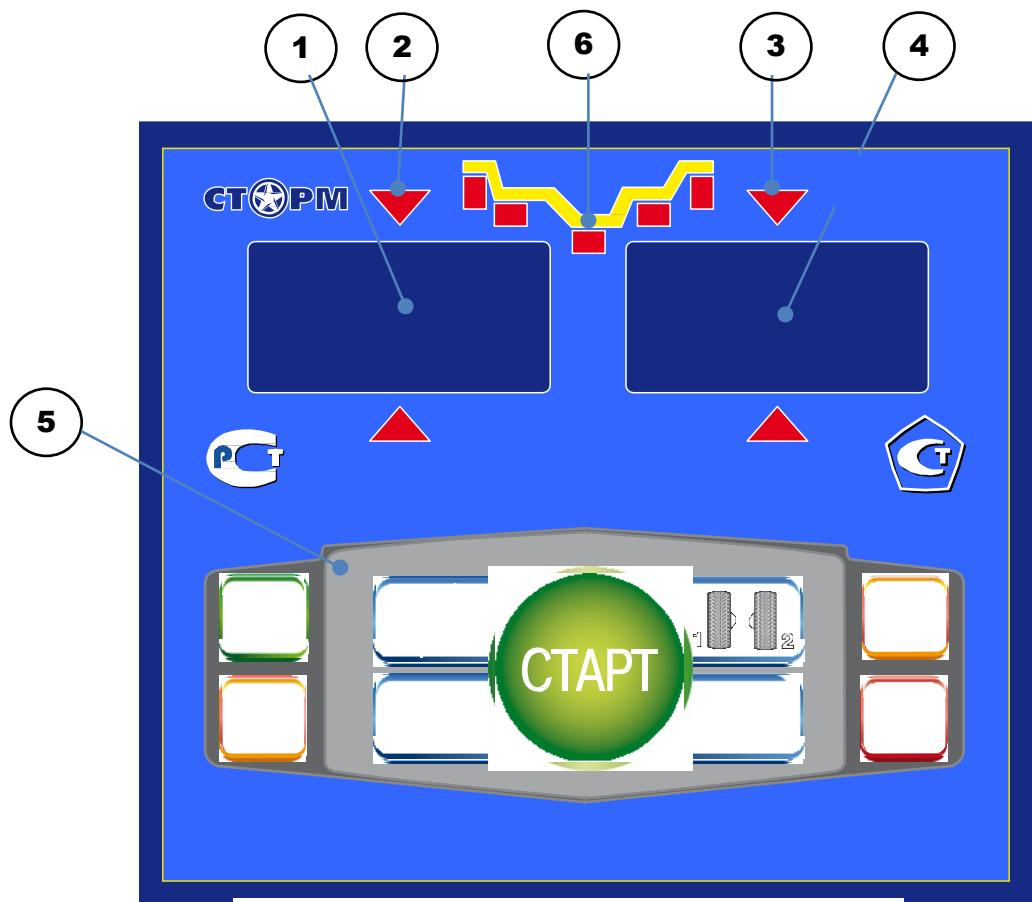

рис.8.1.
8.1. Общий вид лицевой панели показан на рис. 8.1.
При выдвижении штанги на индикаторах 1 (рис. 8.1) отображается значение параметра "A". Значение параметра "d" отображается на индикаторах 4.
Для ввода ширины нажмите кнопку "+" или "-" на индикаторах 1 (рис. 8.1) высветится "-b-", а на индикаторах 4 значение ширины диска. Через 2-3 сек после установки ширины индикаторы в режим отображения текущего дисбаланса.
Дважды нажать кнопку "A, d, b", после чего на индикаторах 1 (рис. 8.1) загорается символ "A", а на индикаторах 4 исходная величина дистанции. Нажимая кнопки "-" и "+" установить на индикаторах 4 требуемую величину дистанции. Через 2-3 сек после установки дистанции показания на индикаторах 1 и 4 возвращаются к отображению текущего дисбаланса, а кнопки "-" и "+" возвращаются в режим ввода ширины обода.
11.1. Переключение схем ALU1-ALU5 осуществляется последовательным нажатием кнопки "ALU" при этом схема установки грузов отображается загоранием соответствующих светодиодов 6 (рис.8.1), кроме того, на индикаторах 1 отображаются символы ALU, а на индикаторах 4 номер 1-5. Через 2-3 сек. после установки требуемой программы ALU индикаторы 1-4 переходят в режим отображения дисбаланса.
Эта функция обеспечивается тем, что каждый раз при вводе новых геометрических параметров и установке требуемой программы ALU, предыдущее состояние запоминается. Для перехода от одного набора параметров к другому необходимо нажать кнопку "1-2". Визуальный контроль того, какие параметры установлены в данный момент, осуществляется нажатием "A, d, b" на индикаторах 4 (рис.8.1) будут последовательно отображены, установленные в данный момент диаметр и ширина обода и дистанция.
14.1. При включении тумблера питания СБ на индикаторах 1 (рис. 8.1) высвечивается трёхзначное число -номер версии программного обеспечения. Через 2-3 сек на индикаторах 1 и 4 должны загореться нули, кроме того должны загореться светодиоды 6, что свидетельствует о включении режима стандартной балансировки с установкой на обеих плоскостях коррекции грузиков на пружинках. На светодиодах 2 и 3 (рис. 8.1) должны загореться оба светодиода.
14.2. При включении СБ программа измерения дисбаланса настраивается таким образом, что дисбаланс менее 8 г ( заводская установка) на любой плоскости коррекции не показывается, в этом случае на индикаторах 1 и 4 (рис. 8.1) высвечиваются "0". Минимальный дисбаланс отображающийся на индикаторах 1 и 4 равен 8г. Дисбаланс, превышающий 8г, округляется до величины кратной 5, т. е. дисбаланс 9, 10, 11 и 12 г отображается цифрой 10, дисбаланс 13, 14, 15, 16 и 17 г - цифрой 15 и т. д. Для просмотра неокруглённого значения дисбаланса или дисбаланса менее 8г. необходимо нажать кнопку "<", при этом на индикаторах 1 и 4 на 2-3 сек высвечиваются фактические значения дисбаланса, определённые в данном запуске.
14.5.1. Поднимите защитный кожух. Вручную поворачивайте колесо в направлении, которое показывают светодиоды 2 и 3 (рис. 8.1.) до тех пор, пока не загорятся оба светодиода и начнут мигать вместе с значением массы корректирующих грузов.